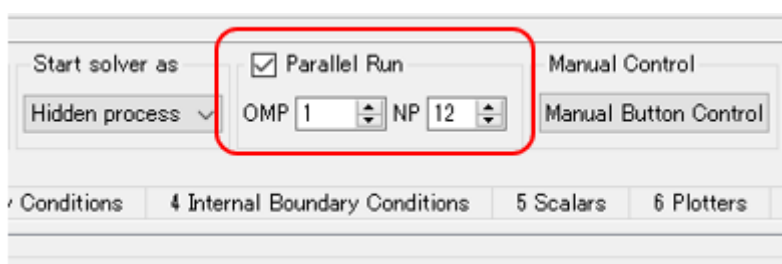

図 10. Flow Module における並列数設定画面
- MPI と Open MPI による並列計算 (図 10)